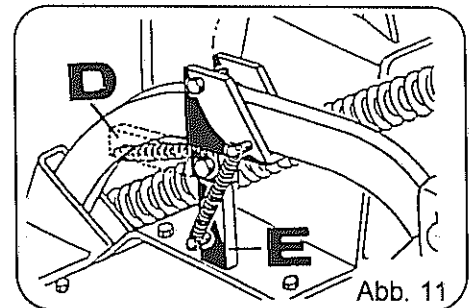

Abb. 11
- Stützfüße hochklappen (Abb. 11 bzw. 12, Pos. D)
Die Stützfüße müssen während der Arbeit unbedingt hochgeklappt sein (Abb. 11 bzw. 12, Pos. D).